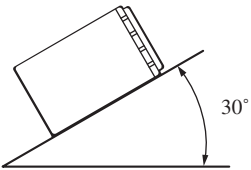

Fig. 3
- L'angle de l'installation, ne doit pas dépasser 30° par rapport à l'horizontale, faute de quoi l'unité ne fournira pas ses performances optimales. (Fig. 3)